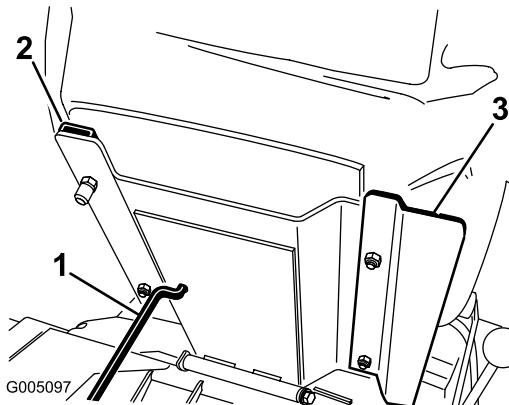
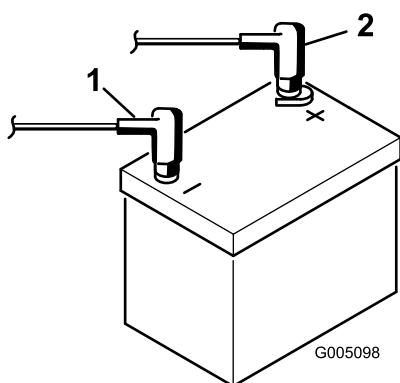

Figure 5
Figure 6
3. Fixez le siège, le panneau de siège et les glissières de siège au support de siège avec les contre-écrous (5/16") (Fig. 6) fournis avec les pièces séparées. Montez le panneau de siège du côté droit, en le positionnant comme illustré à la Figure 5.